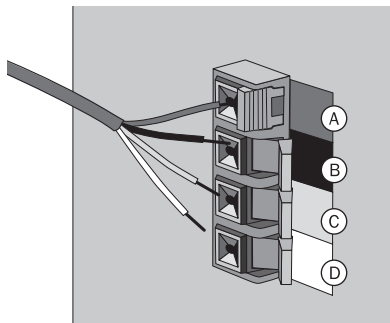

figure 15
2. Brancher les fils au connecteur sur l'appareil. Insérer chacun des quatre fils de couleur dans la borne de couleur correspondante. Pour ce faire, simplement ouvrir le connecteur correspondant, insérer le fil, et refermer le connecteur pour fixer le fil (**figure 15**). Répéter l'opération pour les trois autres fils.